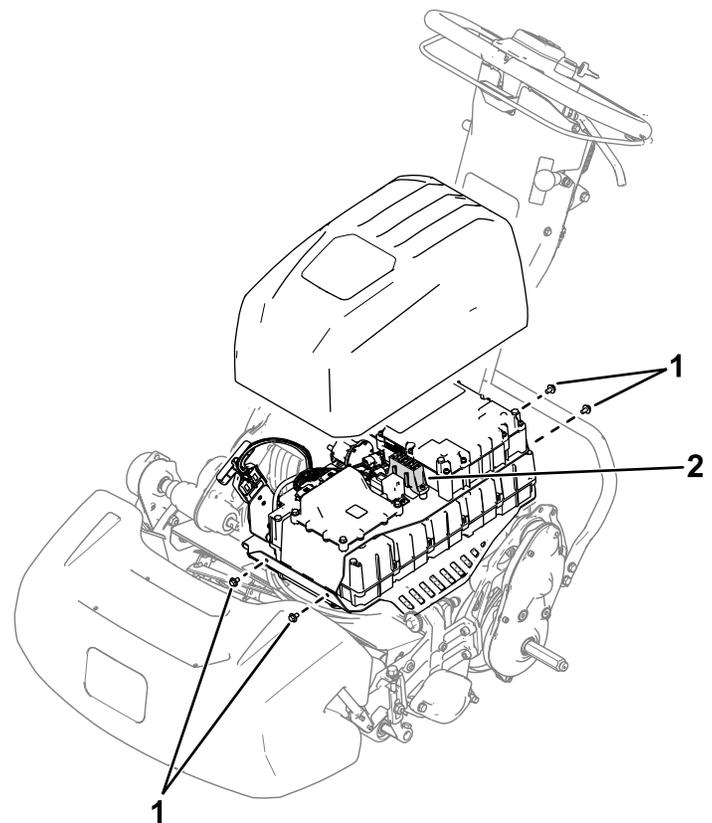

Figure 26
2. Retirez les 4 vis (Figure 26) qui fixent le couvercle de la batterie et déposez le couvercle.